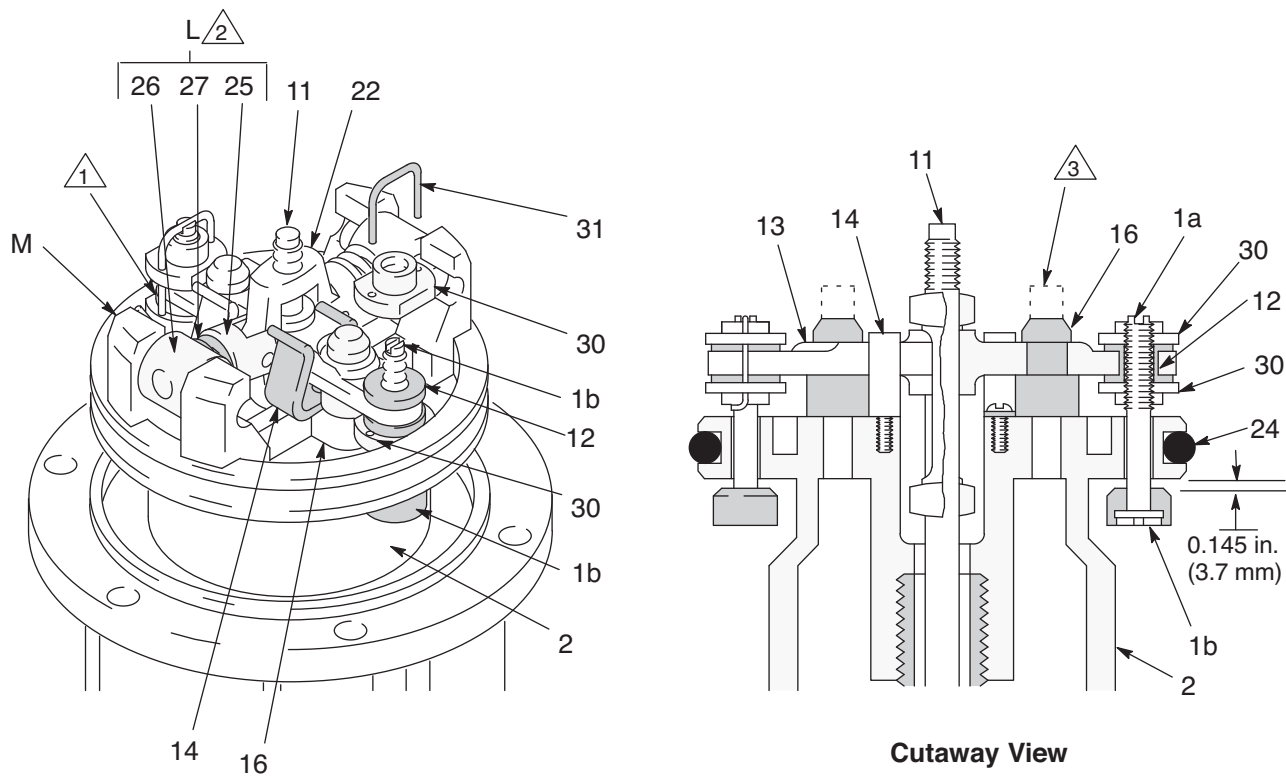

FIG. 5
9. Установите блокировочный шток в скобу (22) с помощью отвертки и опустите коленно-рычажные механизмы. Снимите стопорные проволоочки (31) с регулировочных гаек (30) перепускных клапанов. Открутите верхние гайки. Выкрутите стержни (1a) из прокладочных колец (12) и нижних гаек. Снимите со стержней тарелки (1b) клапанов и крепко сожмите их, чтобы проверить, нет ли в них трещин. (Fig. 5)
10. Сожмите рычаги коленно-рычажных механизмов (26) плоскогубцами. Сожмите пружины (27), покачайте коленно-рычажные механизмы (L) по направлению вверх и в сторону от выступов (M) на поршне и снимите детали. Убедитесь в том, что исполнительный механизм (13) клапана опирается на пружинные зажимы (14) и вместе с тем без труда входит в них. (Fig. 5)
11. Снимите скобу блокировочного штока (22), исполнительный механизм (13) и блокировочный шток (11). Проверьте, нет ли трещин в тарелках (16) выпускного клапана.
**ПРИМЕЧАНИЕ.** Чтобы снять потрескавшиеся тарелки (16) выпускного клапана, вытяните и обрежьте их острым ножом.
12. Снимите одну из пластин пневмодвигателя (18 или 20). Вытащите поршень (2) из основания (5).. Снимите щелевую герметизирующую гайку (38) и щелевое уплотнение (6).
6. Вставьте тарелки (16) выпускного клапана в исполнительный механизм (13) клапана и обрежьте верхние части тарелок по пунктирной линии, обозначенной на FIG. 5.
7. Установите на место прокладочные кольца (12) перепускного клапана и соберите клапанный механизм. Перед установкой стопорных проволочек (31) на регулировочные гайки (30) отрегулируйте перепускной клапан с помощью специального калибра (номер по каталогу 171818) так, чтобы обеспечить зазор в 0,145" (3,7мм) между тарелками (1b) и седлом открытого клапана. Переведите коленно-рычажные механизмы (25) в верхнее положение. (FIG. 5)
8. Соберите пневмодвигатель и соедините его с поршневым насосом. Закрепите удлинительную трубку (64) на основании (5) с усилием 45—55 футофунтов (61—75 Н•м). Перед установкой пластины пневмодвигателя следует плотно затянуть щелевую герметизирующую гайку (38); не допускайте перетяжки гайки.